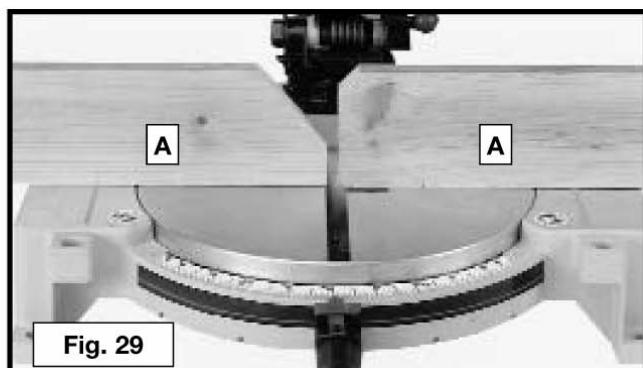

Fig. 29
São fornecidos furos no guia de corte para fixar um guia de corte auxiliar (A) Fig. 29. Este guia de corte auxiliar é construído de madeira reta de aproximadamente  $\frac{1}{2}$ " de espessura e 3" de altura por 20" de comprimento.
**NOTA:** O guia de corte auxiliar (A) é utilizado APENAS com a lâmina da serra na posição de chanfro de 0° (90° em relação à bancada). Quando estiver cortando o chanfro (inclinação da lâmina), remova o guia de corte auxiliar.